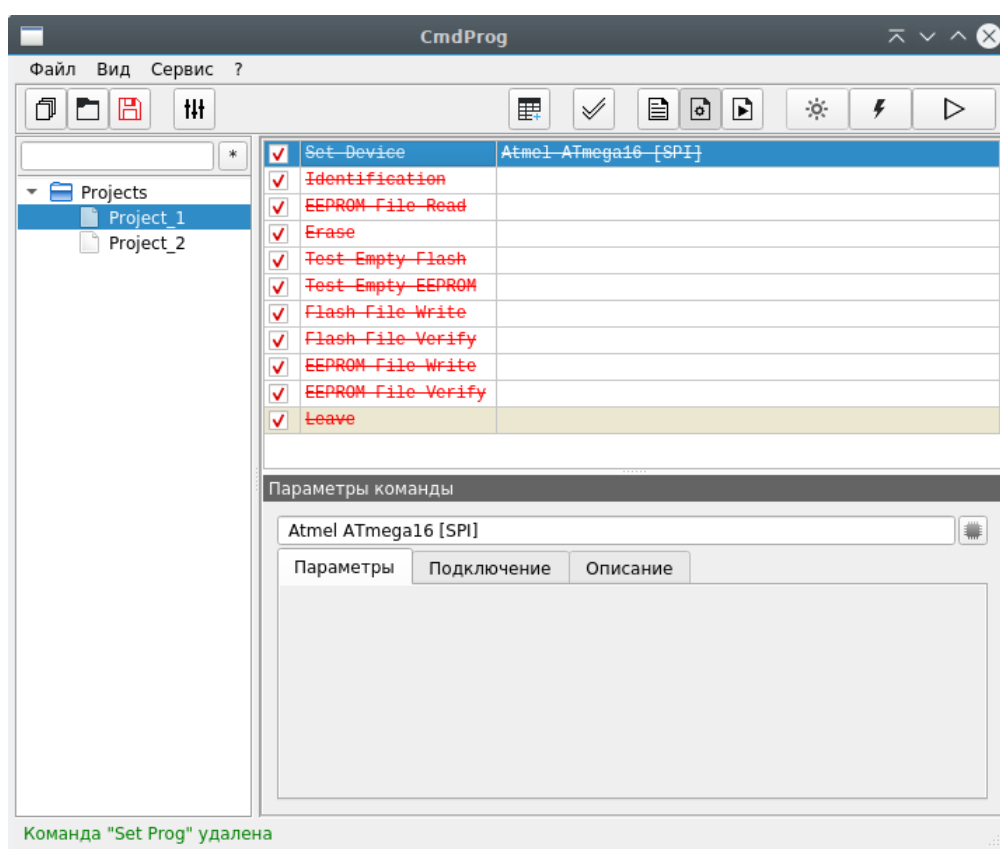

Рисунок 5.4. Отображение некорректных команд
5.14. Команды могут быть некорректными, т.е. для них будет отсутствовать информация о программаторе или устройстве, либо команды не поддерживаются программатором или устройством. Например, если команда «Set Device» находится в списке без команды «Set Prog», то команда «Set Device» и следующие за ней команды будут некорректными, т.к. отсутствуют данные о программаторе. Некорректные команды отображаются красным цветом с зачёркиванием (см. рисунок 5.4).